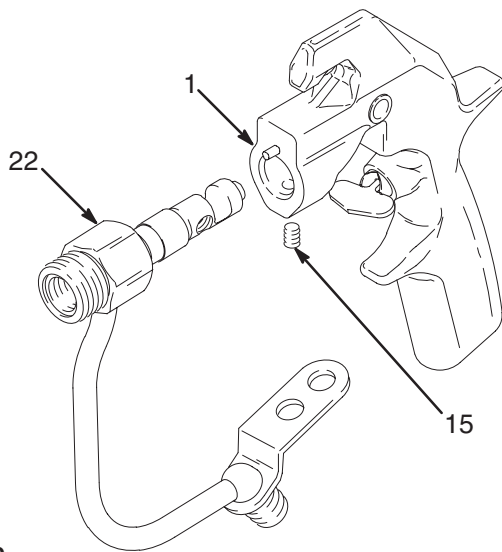

Fig. 10
6. Lossa låsskruven (15). Dra ur vätskehuset (22) ur pistolhuset (1). Se Fig. 10.